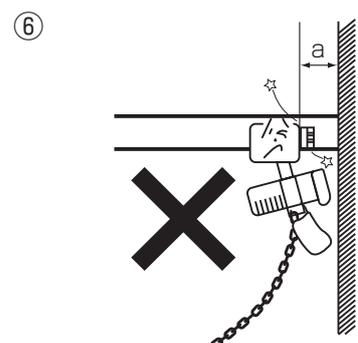

図26
- (1)トロリを設置する場所は、十分な強度があることを確認し、レール両端末にストッパ、必要な場合は、吊り金具用ストッパを取り付けてください。①
- (2)トロリを取り付ける際、使用レール幅、高さ、厚み、回転半径を確認してください。
- (3)アジャストカラーは、必ず結合金具の両側に同じ枚数を入れてください。カラーの入れ方を間違えると大変危険です。(片側にまとめて入れると荷重が変則にかかり、トロリの動きが悪くなり、落下事故につながりますのでご注意ください。) またキープレートのボルトの締め忘れがあると大変危険ですからトロリ(電気・手動)の取扱説明書を熟読し、正しく組み立て取り付けしてください。
- (4)トロリを設置するレールに傾斜がないことを確認してください。
- (5)曲線レールに取り付けられる場合は、電気トロリのモータ側②・ギヤードトロリのハンドホイール(手鎖車③)側をカーブの外側にしてください。反対向きにすると横行レールやトロリのローラ(車輪)のギヤを傷める事があります。両方向にカーブ(S字)がある場合は、半径の小さいカーブの外側にモータ・ハンドホイールを取り付けてください。
- (6)横行レールの継ぎ目は、レールの支持箇所付近に設定してください。
- (7)レールの側面や底面にあて板を溶接する場合は、厚みに注意してください。また、厚いあて板を使用するとトロリが当たり通過しない事があります。④
- (8)レールの接合部における段差は、左右、上下方向共に0.5mm以下に合わせ、トロリのローラ(車輪)が走る部分はグラインダー仕上げをしてください。⑤
- (9)トロリをトロリどうし衝突させたり、いつもストッパに衝突させて止める設置方法は絶対に避けてください。
- (10)ストッパは、衝撃に耐える強固な取り付けをし、ゴムなどの緩衝材を必ず取り付けてください。
- (11)トロリが万一高速でストッパに当たり、チェーンブロックが振れても、壁等に当たる事がない様、⑥(図26)のaで示した間隔を広く取ってください。